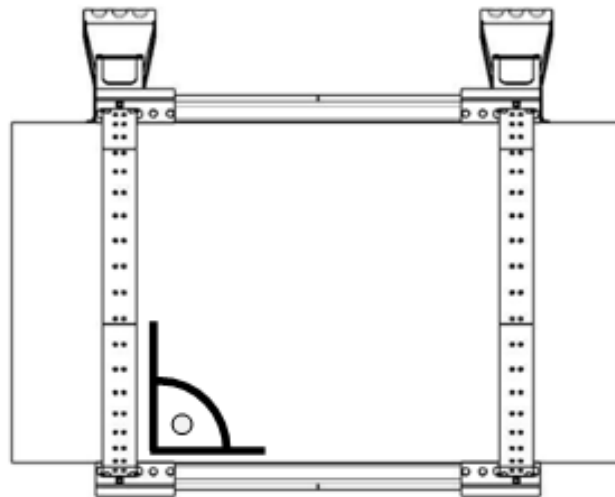

Fig. 5
12. Kontrollera att ram TL 225 vilar i **rät vinkel**, se Fig. 5